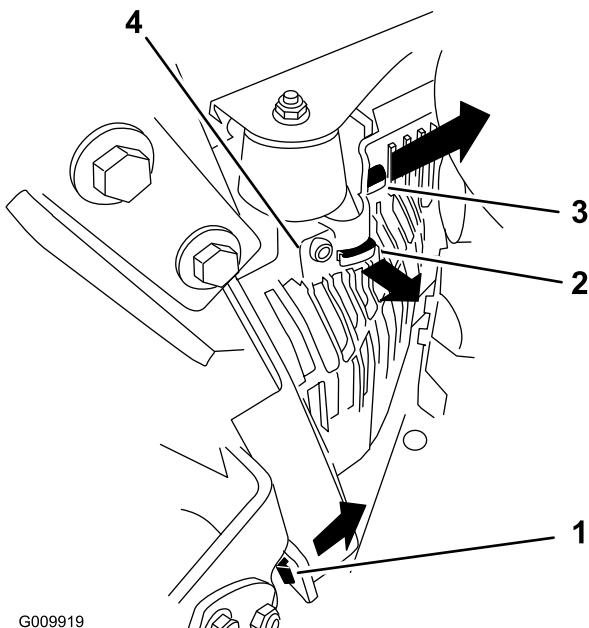

Figura 61
3. Retire la cubierta de la unidad hidráulica izquierda en el orden indicado en Figura 61. Así tendrá acceso a la bujía delantera.
- Instale la cubierta de la unidad hidráulica izquierda (Figura 61).